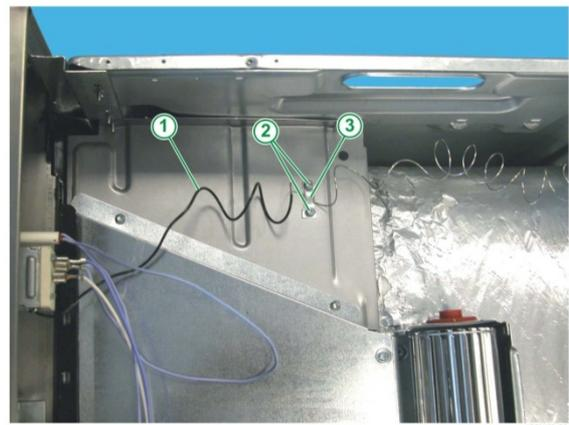

Fig. 18
20. Fixer le capillaire du thermostat du four avec les deux vis prévues à cet effet (voir Fig 18).